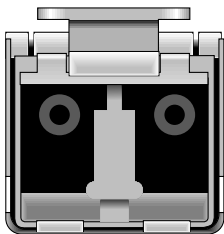

图 6-4 SFP 末端的双孔插座
2. 将光纤通道电缆的一端插入 SFP 末端的双孔插座，如图 6-4 所示。